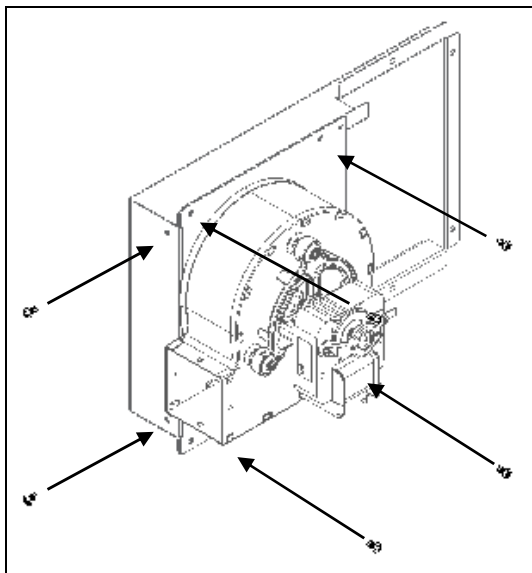

Figura 93 - Fixação apoio com o ventilador
e) Apertar o conjunto da Figura 93 na face lateral da câmara de combustão utilizando 6 parafusos (A) nos furos preparados para o efeito.